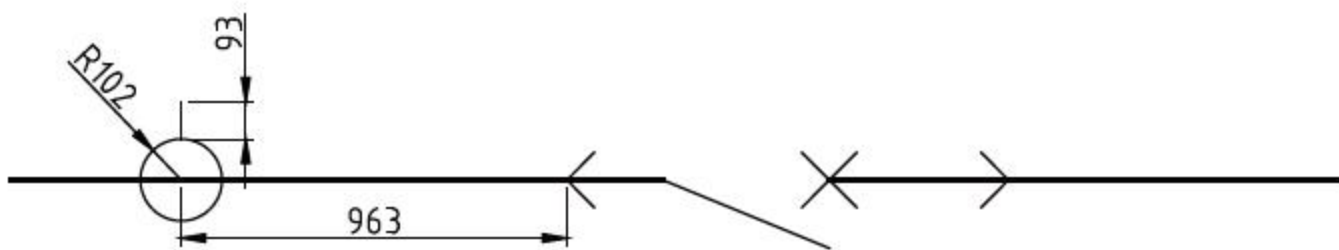

图9-119 绘制图形
**06** 调用C【圆】命令，结合【临时点捕捉】和【对象捕捉】功能，绘制圆形；调用L【直线】命令，绘制垂直直线，如图9-119所示。